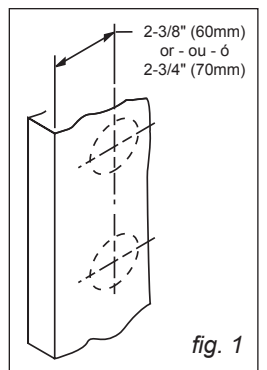

fig. 1
1. Fold on door edge with centerline "A" approximately 38" from floor. 2. Mark appropriate centers for the 2-1/8" diameter holes. Important, select desired backset 2-3/8" (60mm) or 2-3/4" (70mm) before marking centers (see figure 1). Note: This product will accommodate a top hole of 1-1/2" (38mm) diameter for **deadbolt cylinder assembly only** if desired.
1. Plier sur le bord de la porte avec l'axe "A" à environ 38" (965mm) du sol. 2. Marquer les centres des trous de 2-1/8" (54 mm). Il est important de sélectionner le écartement souhaitée 2-3/8" (60mm) ou 2-3/4" (70mm) avant de marquer les centres (voir figure 1). Remarque pour le trou de pêne dormant seulement (le trou supérieur) : ce produit s'adapte à un trou de diamètre 1-1/2" (38 mm) si nécessaire.